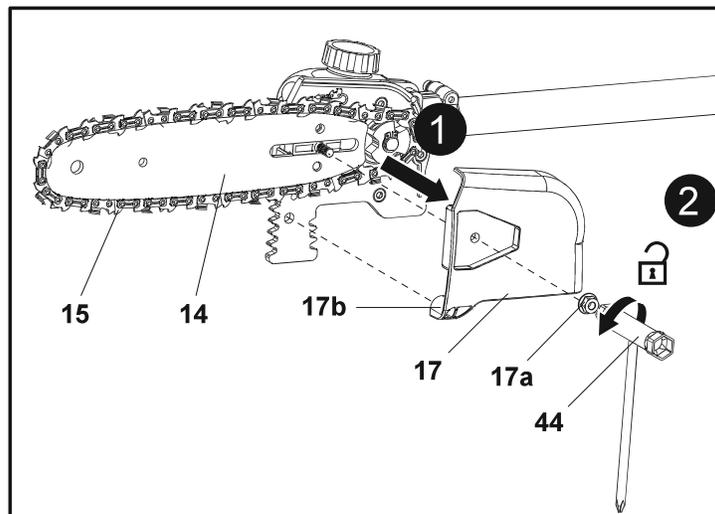

Fig. 8
1. Coloque o produto sobre uma superfície plana adequada, com a cobertura da motosserra podadora (17) virada para a frente.
2. Desaperte a porca de bloqueio (17a) para a esquerda e, em seguida, retire-a juntamente com a cobertura da motosserra podadora (17), a guia (14) e a corrente (15) (Fig. 8).
3. Utilize uma guia (14) e corrente (15) novas com os mesmos tipos descritos nas "especificações técnicas".